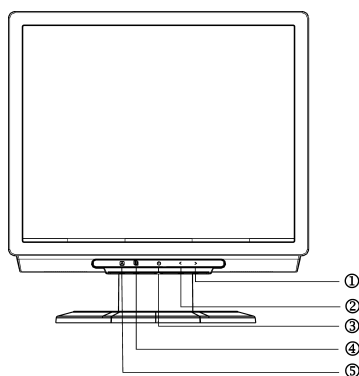

Figure 3 Boutons de contrôles externes
3. Tenir les côtés droit et gauche de l'écran entre vos deux mains et puis tourner le de 90 degrés dans le sens des aiguilles d'une montre, comme illustré à la Fig. 3.
Appuyez sur le bouton d'alimentation pour allumer ou éteindre le moniteur. Les autres boutons de contrôle sont situés sur le panneau frontal du moniteur (Voir Figure 3). En modifiant ces réglages, il est possible de régler l'image selon vos préférences personnelles.